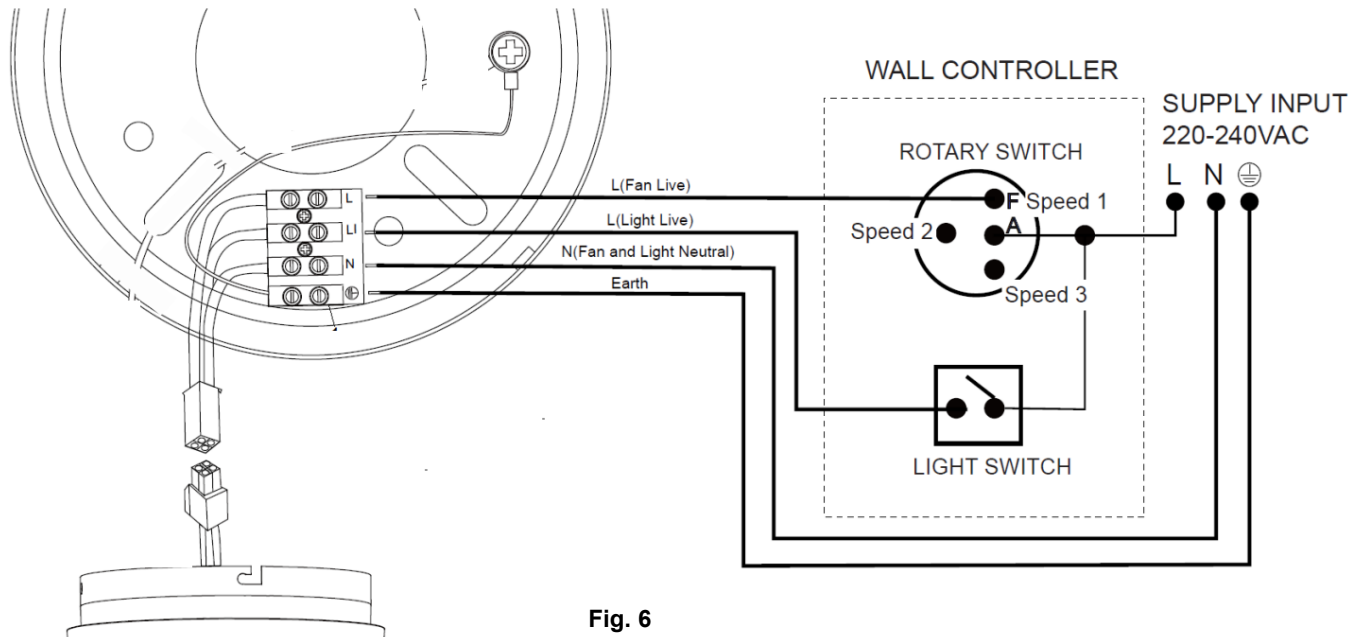

Fig. 6
- Completare il collegamento elettrico come illustrato nello schema sottostante (Fig. 6).